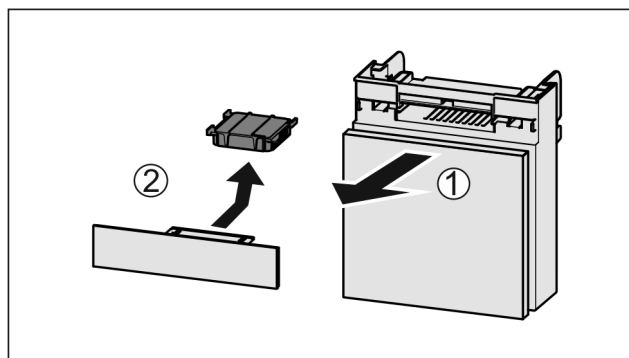

Fig. 225
- ▶ 向前拉出 Fig. 225 (1) 抽屉。
- ▶ 取出 Fig. 225 (2) 活性炭过滤器。